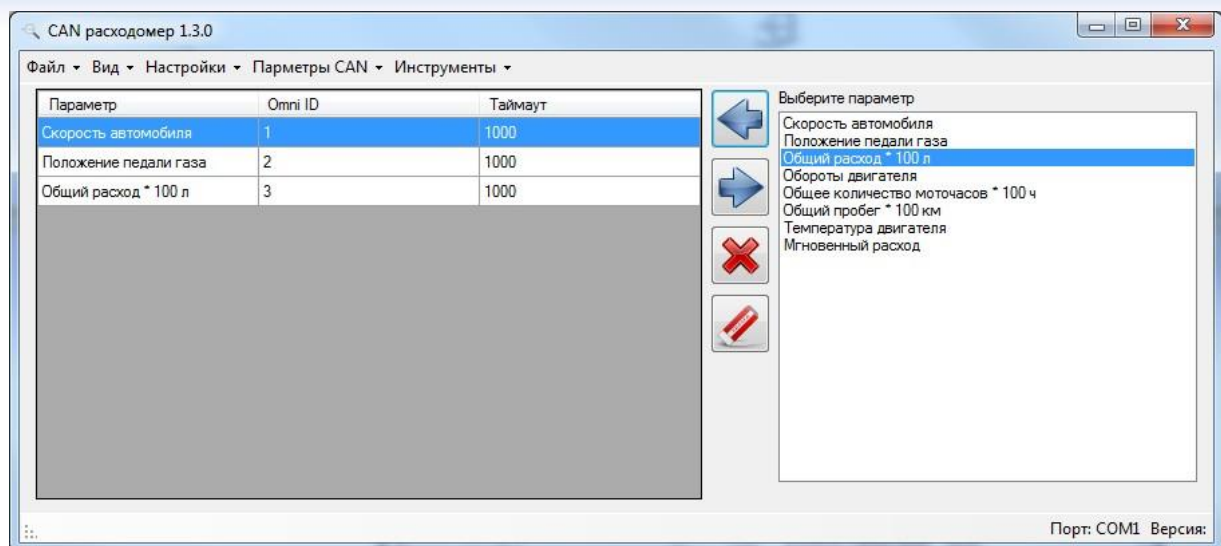
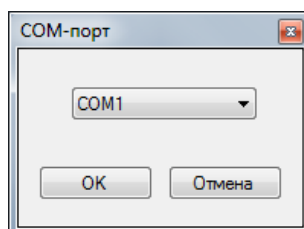
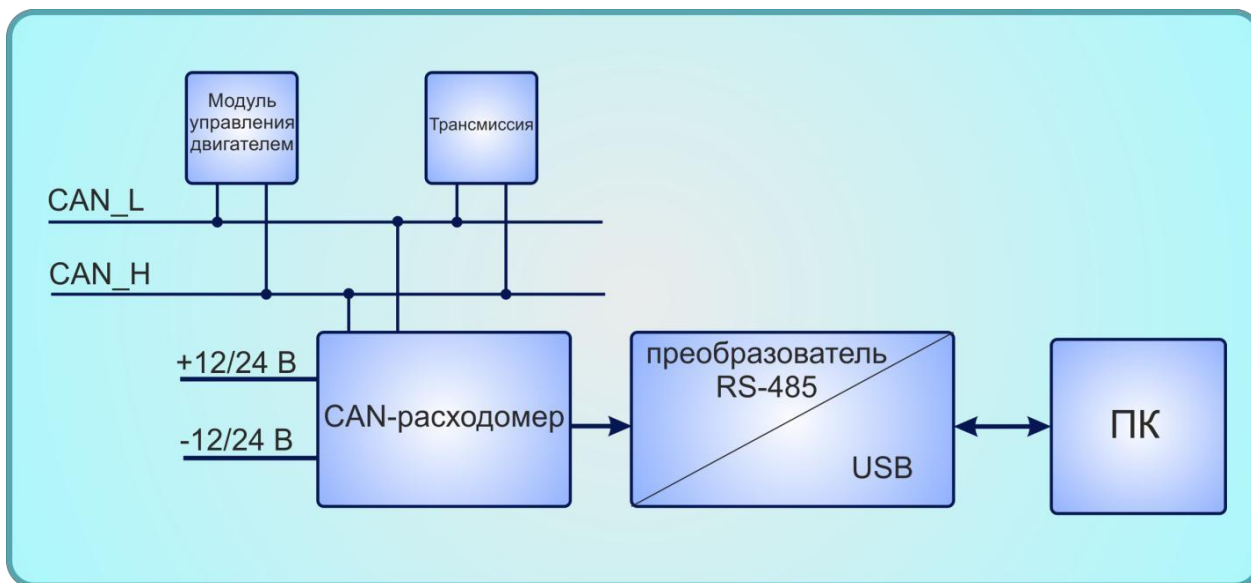

Рисунок 5 – Главное окно CanFuelConfig
Рисунок 6 – Выбор порта подключения
Рисунок 7 – Подключение расходомера
3. Запустить программу CanFuelConfig, в меню «Настройки» главного окна программы (рис. 5) указать номер последовательного порта, к которому подключен CAN-расходомер (рис. 6). Для определения номера необходимого последовательного порта см. инструкцию по эксплуатации используемого вами преобразователя.
4. Создать список необходимых параметров. В программе можно задать до 32 различных параметров транспортного средства, 8 из которых стандартные, перечислены в поле «Выберите параметр» (рис. 5). Каждому параметру можно присвоить уникальный идентификатор в диапазон от 0 до 255 - «Omni ID» и задать время в мс, через которое параметр будет обнулен, если не придет соответствующий пакет CAN – «Таймаут».
6. Проверить конфигурацию CAN-расходомера. Подключить прибор к транспортному средству согласно рис.7.
<p>3) Нет данных о дополнительных параметрах по интерфейсу RS-485</p>	<ol style="list-style-type: none"> 1. Убедитесь, что запущен двигатель транспортного средства. 2. Проверьте, в каком состоянии находится сервисный светодиод: <ul style="list-style-type: none"> • Не горит – проверьте наличие напряжения питания, и что оно находится в диапазоне от +10 до +30В. • Горит постоянно – убедитесь что CAN расходомер подключен в соответствии со схемой приведенной на рис. 6. Если подключение верно сервисный диод должен моргать с частотой несколько раз в секунду. Убедитесь, что выбрана правильная CAN шина (на автомобиле их может быть несколько) и на ней присутствуют требуемые пакеты данных (необходимо обратиться к соответствующим специалистам). Обратиться к производителю оборудования. • Моргает с частотой несколько раз в секунду. Подключите CAN расходомер к ПК согласно рис. 7. Прочитайте текущие значения дополнительных параметров согласно пункту 6 главы 5.2. Если параметры считались успешно, проверьте окончание оборудования. Обратиться к производителю.
<p>4) Значение дополнительного параметра считываемого по интерфейсу RS-485 равно 0</p>	<ol style="list-style-type: none"> 1. Подключите CAN-расходомер к ПК согласно рис. 7. Прочитайте текущие значение дополнительных параметров согласно пункту 6 главы 5.2. <ul style="list-style-type: none"> • Значение соответствующего параметра в поле «Реальное значение» равно 0 – параметр действительно равен нулю или пакет содержащий параметр отсутствует в шине CAN. • Значение соответствующего параметра в поле «Реальное значение» не равно 0 - см. следующий пункт.
<p>5) Значение дополнительного параметра считываемого по интерфейсу RS-485 не соответствует действительности</p>	<ol style="list-style-type: none"> 1. Подключите CAN-расходомер к ПК согласно рис. 7. Прочитайте текущие значения дополнительных параметров согласно пункту 6 главы 5.2. <ul style="list-style-type: none"> • Значение соответствующего параметра в поле «Реальное значение» соответствует действительности, в поле «Преобразованное значение» не соответствует действительности – откорректируйте коэффициент преобразования (см. пункт 7 главы 5.2) • Значение соответствующего параметра в поле «Реальное значение» не соответствует действительности – соответствующий параметр неверно сконфигурирован, откорректируйте настройки параметра (см. пункт 7 главы 5.2).